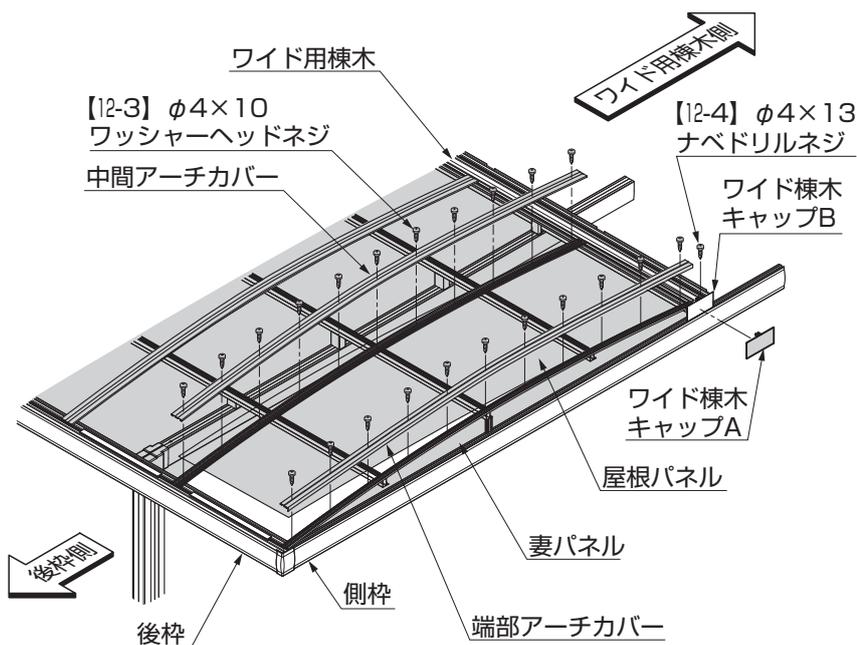
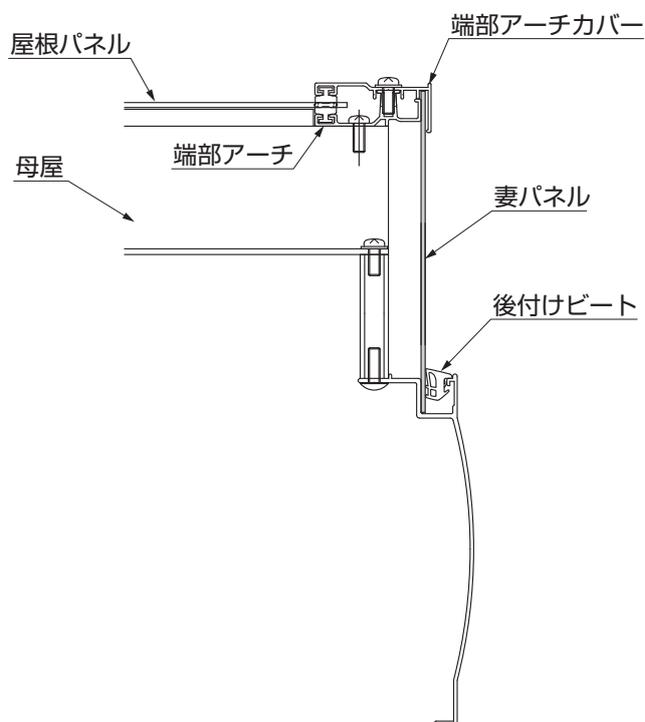

図7-2
図7-3
- ②端部アーチカバーを妻パネルと屋根パネルの両方にかぶせてワイド用棟木側からアーチに [12-3] で取付けてください。(図7-2、図7-3参照)